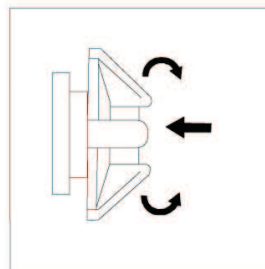

Рис. 3
7.6.1 Для изменения диаметра ленты, нажмите вращающуюся шестерню в ленте таким образом, чтобы можно было регулировать ленту. Маховик в ленте имеет функцию автоблокировки. Не стоит через силу вращать маховик чтобы избежать повреждения шестерни (рис. 3)